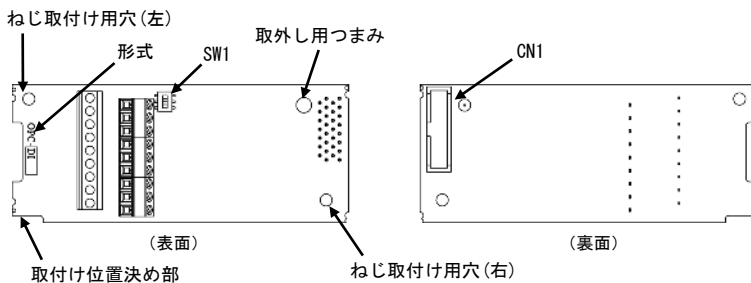
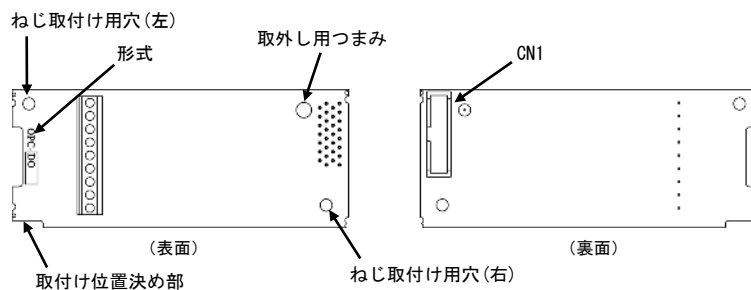

図 1.1 デジタル入カインタフェースカード (OPC-DI)
図 1.2 デジタル出カインタフェースカード (OPC-DO)
・デジタル入カインタフェースカード：『OPC-DI』(図1.1参照)
・デジタル出カインタフェースカード：『OPC-DO』(図1.2参照)
- (2) インタフェースカードの裏面(図 1.1, 図 1.2)のCN1を, インバータ本体の制御プリント基板のA-Port (CN4), B-Port (CN5), C-Port (CN6)のいずれか 1 箇所へ差し込み, 付属ねじで固定して下さい。(図 1.5)
**注意** インタフェースカードの取付け位置決め部(図 1.1, 図 1.2)がツメ(図 1.4①)にセットされ, CN1(図 1.4②)が確実に差し込まれていることを確認してください。図 1.5 は取付け完了を示します。
- (3) インタフェースカードの配線を行います。